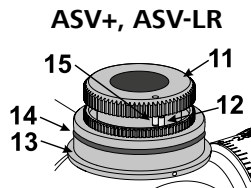

Fig. 5
5. Sortir l'entraîneur (11) de son cran d'arrêt et le replacer de manière à ce que la goupille d'arrêt (15) de l'entraîneur (11) soit plaquée contre la goupille d'arrêt (12) de l'anneau cranté (13), comme représenté à la Fig. 5.